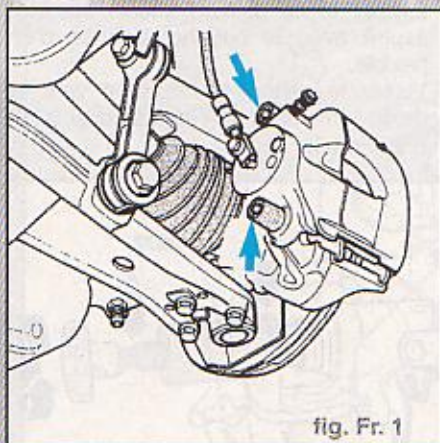

fig. Fr. 1
- Dévisser les deux pivots de guidage (flèches) de l'étrier de frein et les retirer (Fig. Fr. 1).